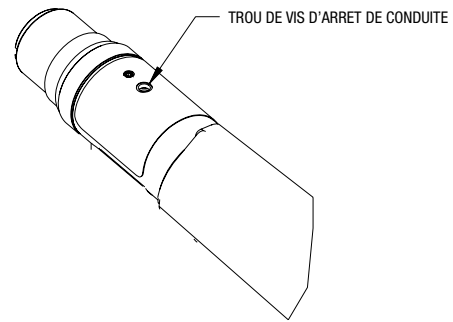

Figure 3-5: Trou D'accès à la Vis D'arrêt de Conduite
17. Enfoncer de nouveau la clé Allen en T de 5/32 pouce fournie par l'usine dans le trou de « vis d'arrêt de conduite » du couvre-poignée avant et tourner la vis d'arrêt vers la droite. Serrer la vis d'arrêt à la main. Voir la Figure 3-5.